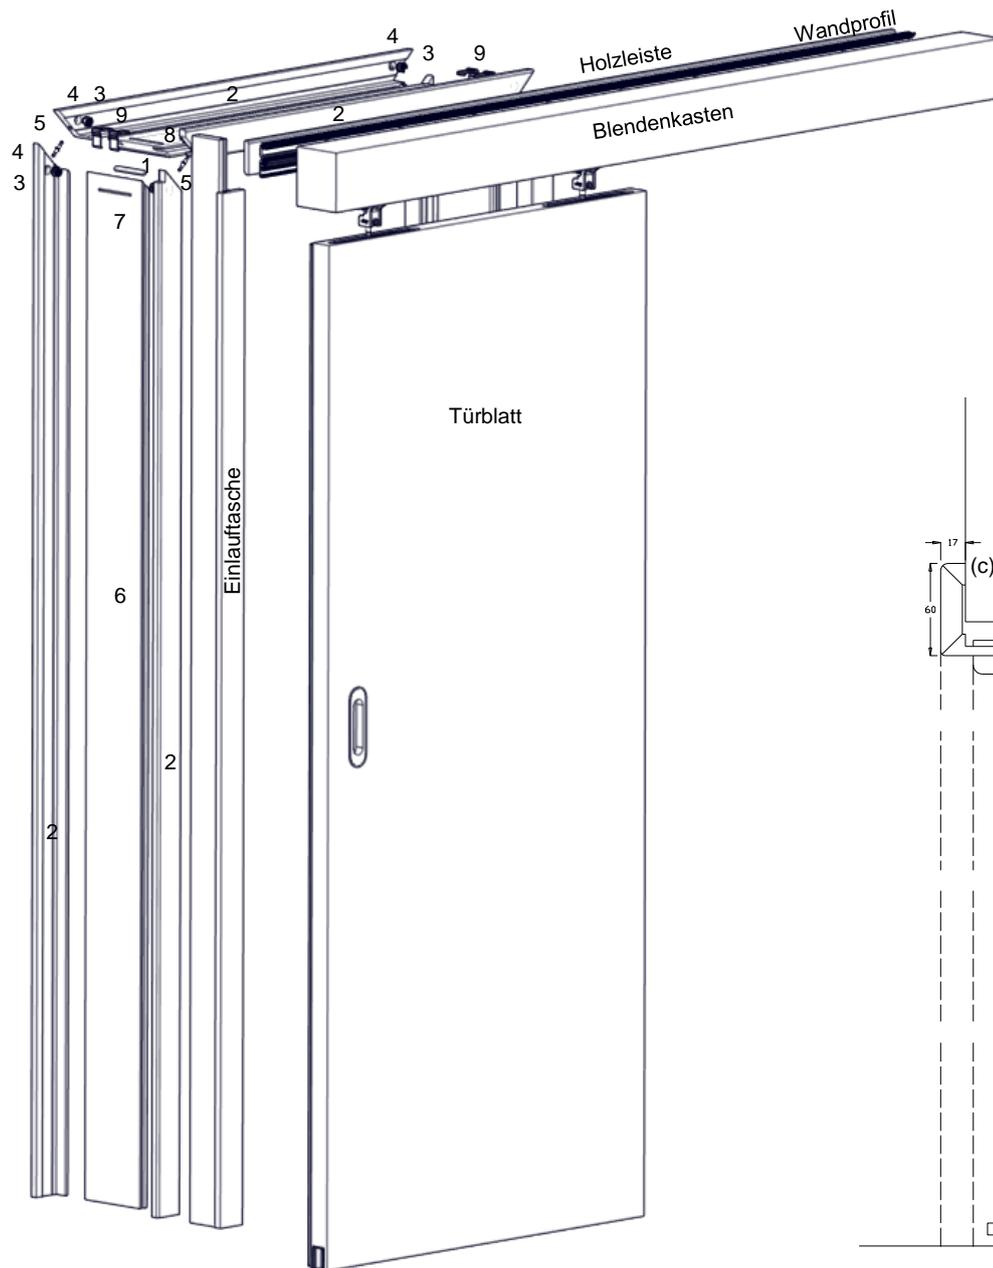

Abb.1:
Karton öffnen und die Teile entnehmen. Prüfen Sie die Teile vor dem Zusammenbau auf Fehler. Beanstandungen am Einzelteil können nach dem Einbau nicht mehr berücksichtigt werden. Anschlag und DIN - Richtung festlegen. Gem. Abbildung 1 die Zierbekleidungen ②, 2 St. längs und 1 St. quer in U-Form auf den Montagetisch legen. Excenter ③ in die Topfbohrungen ④ der Bekleidung ② so eindrücken, daß der Doppeldübel ⑤ durch die vorgesehene Bohrung in den Excenter ③ eingesteckt werden kann. Auf die Gehrungsinenseiten etwas Weißleim angeben, den Doppeldübel ⑤ einseitig in die Bohrung einführen und anschließend die Querbekleidung ② im 90° Winkel auf die eingeleimten Flächen drücken. Mit dem Schraubendreher den Excenter ③ vorsichtig drehen bis beide Köpfe des Doppeldübel ⑤ in den Excenter ③ einrasten, dann wechselseitig fest anziehen. Nachdem die zweite Ecke der Zierbekleidung ② wie angegeben verbunden wurde kann die komplette Zierbekleidung ② auf die Seite gestellt werden. Wiederholen Sie für die zweite Bekleidung die gleichen Montageschritte. Die Bekleidung mit der oberen Aussparung wird später blendenkastenseitig verwendet.